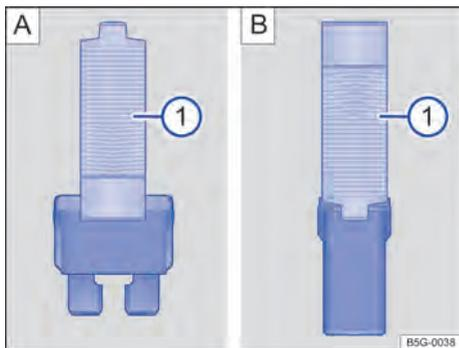

Fig. 173 Retirar ou colocar o fusível com uma pinça de plástico: **A**: fusível plano, **B**: fusível de bloqueio.
- Se necessário, retirar a pinça de plástico → Fig. 173 **A** ① da cobertura da caixa de fusíveis.
- De acordo com a versão do fusível, colocar as garras adequadas do alicate plástico → Fig. 173 **A** ① ou → Fig. 173 **B** ① lateralmente no fusível.
- Caso o fusível esteja queimado, substituir o fusível por um novo da *mesma* intensidade de corrente (mesma cor e inscrição) e do *mesmo* tamanho → ①.